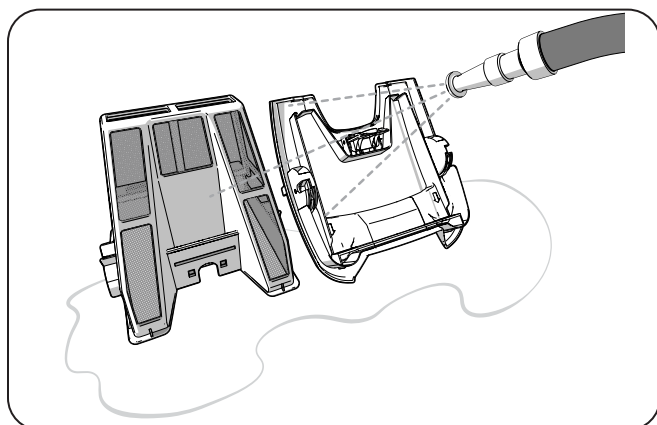

Figure 12. Rincer le boîtier du filtre
- En utilisant un tuyau avec de l'eau propre, rincer le boîtier et le couvercle du filtre pour enlever tous les débris présents (Figure 12).